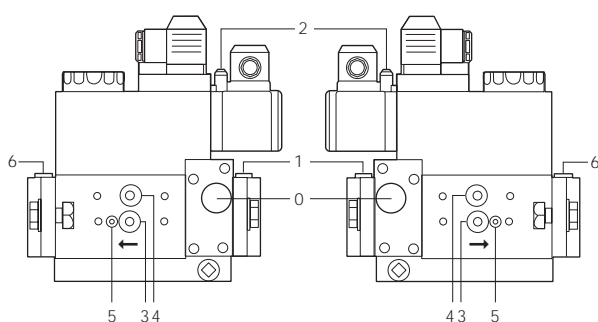

Fig. 51
- Limpie y controle de los filtros de las valvulas de gas (Fig. 51 y siguientes)